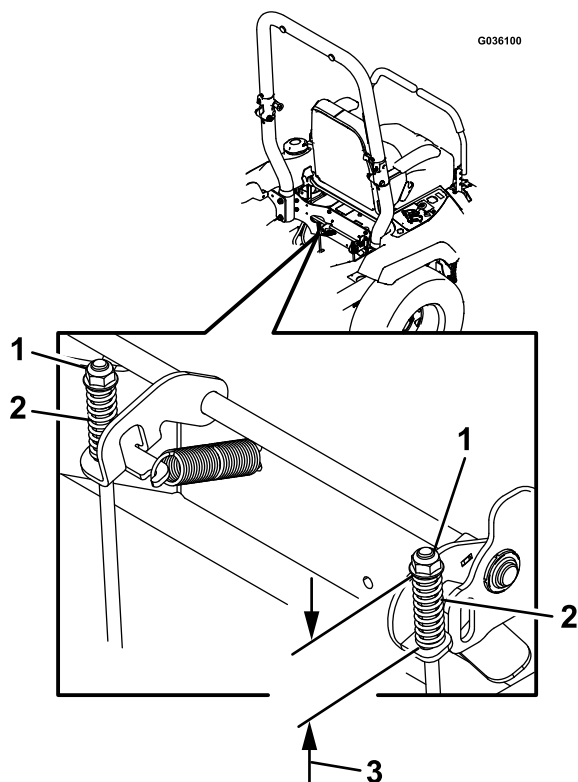

Figura 59
7. Controllate entrambe le lunghezze della molla come mostrato in Figura 59. Qualora si renda necessaria una regolazione, ruotate il dado superiore in senso orario per accorciare la molla e in senso antiorario per allungarla.